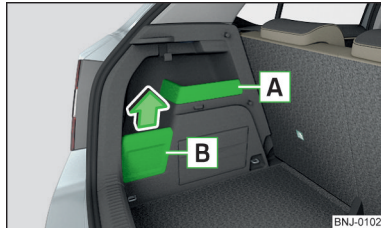

Abb. 115
- Das am Haken aufgehängte Gepäckstück, falls möglich, in das Ablagefach **B** » Abb. 115 auf Seite 93 einlegen - anderenfalls besteht die Gefahr einer Beschädigung der Ablagefachabdeckung.
- Wird am Haken ein Gepäckstück mit einem Gewicht von mehr als 2,5 kg aufgehängt, dann empfehlen wir, die Ablagefachabdeckung **B** » Abb. 115 auf Seite 93 abzunehmen - anderenfalls besteht die Gefahr einer Beschädigung der Ablagefachabdeckung.
Das fest verbaute Ablagefach **A** » Abb. 115 ist zum Ablegen von kleinen Gegenständen bis zu einem Gesamtgewicht von 1,5 kg geeignet.